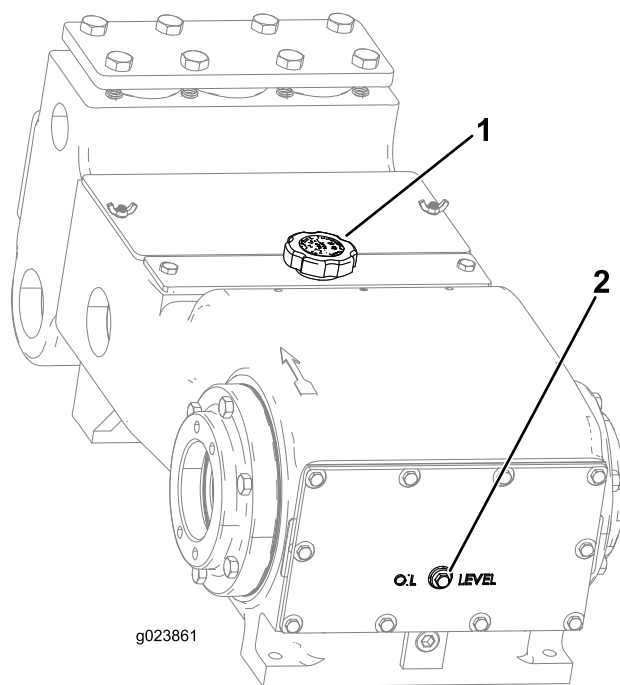
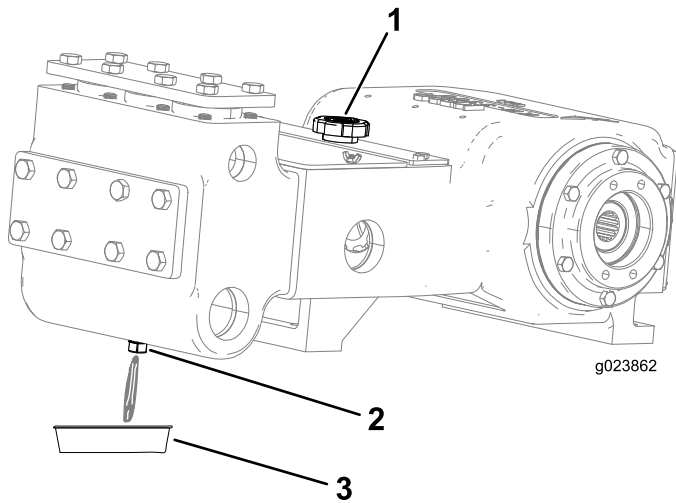

**Bild 124**
**Bild 125**
2. Entfernen Sie die Füllschraube am Kurbelgehäuse (**Bild 124**).
3. Stellen Sie sicher, dass sich das Öl an der Ölstandmarkierung befindet, wie in **Bild 124** abgebildet.
4. Entfernen Sie die Ablassschraube und stellen Sie eine Auffangwanne unter das Ablassloch (Bild 125).
6. Lassen Sie das Öl vollständig durch die Ablassschraube in die Auffangwanne ablaufen (Bild 125).
8. Entfernen Sie den Ölfülldeckel (Bild 125) und füllen Sie ca. 1,8 l Öl ein bzw. bis der Ölstand an der Ölstandpumpe liegt, wie in Bild 124 abgebildet.